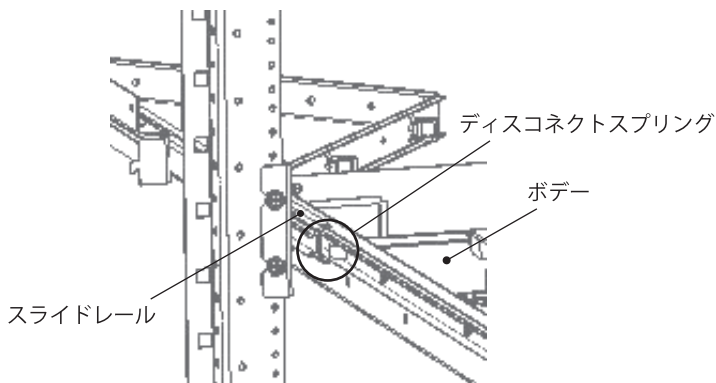

図 5
7. ボデーをスライドレールに取り付け、ディスコネクトスプリングを左右同時に押し付けてロックを解除し、奥まで押し込んでください。(図 5)